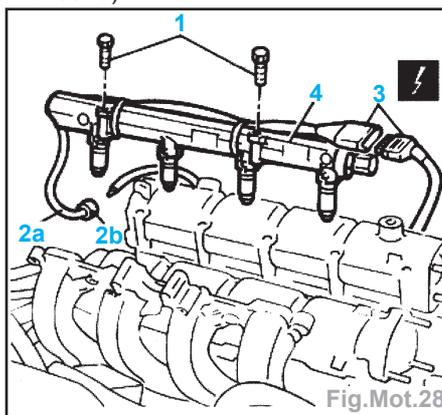

Fig.Mot.28
- le collecteur avec les injecteurs (Fig. Mot.28).